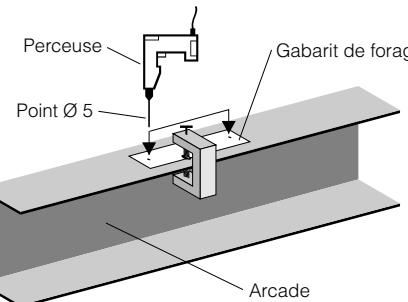

Fig. 2
- Fixer avec un étau le gabarit de forage fourni (Fig.2).
- Perforer avec une pointe d'un diamètre de 5 mm (Fig.2).